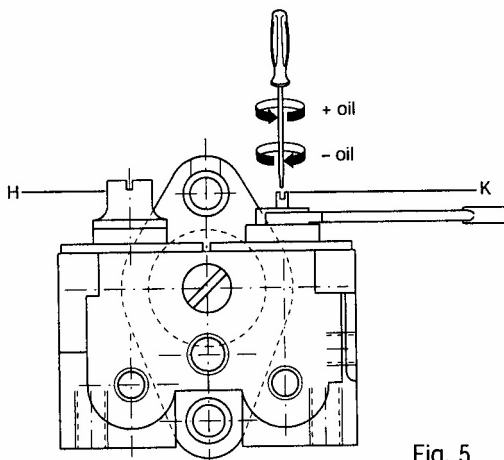

Fig. 5
- Tag beskyttelses dæksler "H" af (Fig. 5).
- Stram eller skru proppen "K" af med en kort skruetrækker og en skruenøgle (Fig. 5).